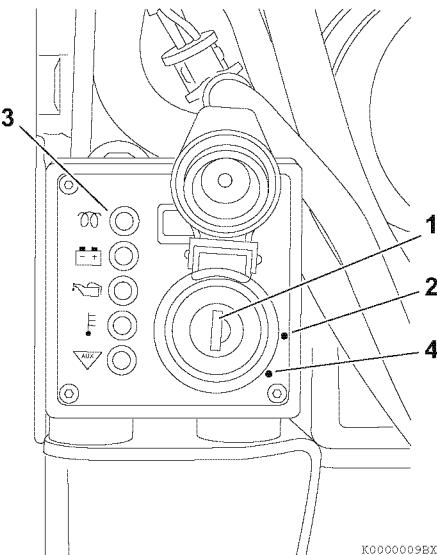
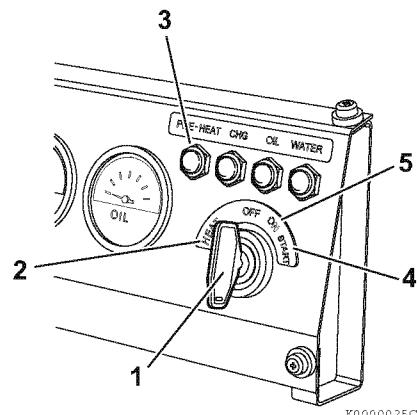

Рисунок 2
Рисунок 3
- Вставьте ключ в замок зажигания (1, Рисунок 2) или (1, Рисунок 3).
- Поверните ключ в положение ON (2, Рисунок 2) или в положение HEAT (2, Рисунок 3). Индикатор предварительного нагрева (3, Рисунок 2) будет мигать в течение нескольких секунд, а затем погаснет. Когда индикатор предварительного нагрева погаснет, можно запускать двигатель.
- Поверните ключ по часовой стрелке в положение START (4, Рисунок 2) или (4, Рисунок 3). Отпустите ключ, как только запустится двигатель. Он вернется в положение ON (2, Рисунок 2) или (5, Рисунок 3).